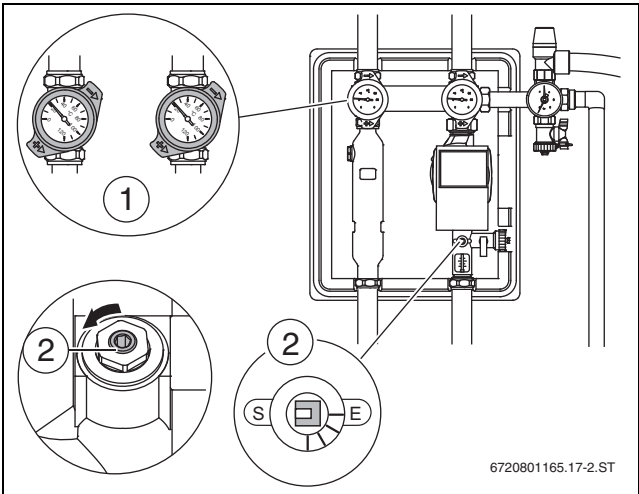

Рис. 37 Открытые запорные устройства
- Установите шаровые краны (→ рис. 37, [1]) на термометрах на 45° и откройте ограничитель потока (→ рис. 37, [2]), а также другие запорные устройства.